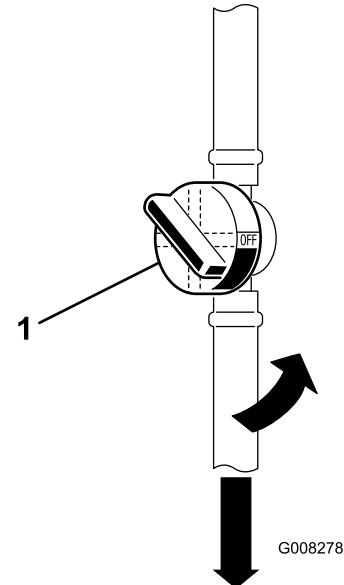

Figura 31
5. Chiudete la valvola di intercettazione del carburante (Figura 31).
- 7. Premete le estremità delle fascette stringitubo ed allontanatele dal vecchio filtro del carburante (Figura 31).